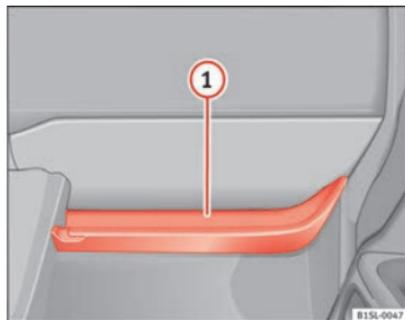

Fig. 76 Portaobjetos abierto en el lado del acompañante.
En el portaobjetos abierto se encuentra un gancho para bolsas ⇒ fig. 76 ①.